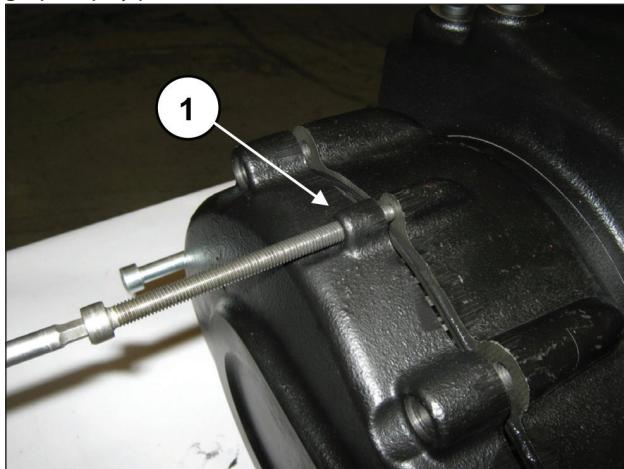

Fig. 6
Apretar de manera gradual los 3 tornillos M8 (pos. ①, Fig. 6) que se están utilizando como extractores y desmontar el grupo tapa y piñón.